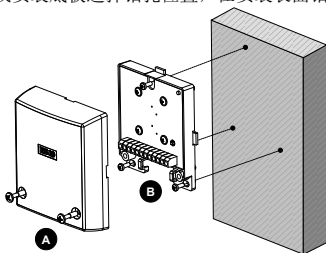

图1：安装探测器在金属表面
2. 拆除前盖固定螺丝并将其和底板分离，如图1(A) / 2(B)。
直接安装在金属表面（如图. 1）
- c. 使用配送的固定螺丝将探测器固定，如图1(B)。
- 8) 将前盖装回并锁紧前盖固定螺丝; 如图1(A) / 2(B)。